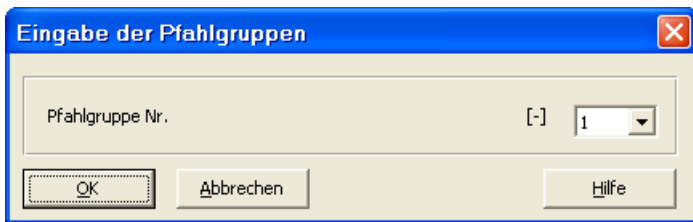

Bild 11-20 Dialogbox "Eingabe der Pfahlgruppen"
- Die Dialogbox "Eingabe der Pfahlgruppen" (Bild 11-20) erscheint. Klicken Sie auf "OK"